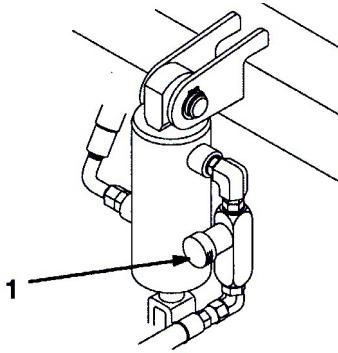

図 55
1. 運転席を上げ、中央のフルフレームの油圧シリンダ用のフロー・コントロール・バルブ (図55) を探す。